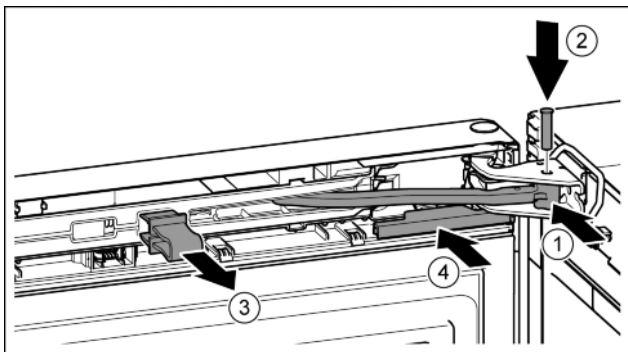

Fig. 23
- ▶ Завъртете шарнира в лагерната стойка. Fig. 23 (1)
- ▶ Поставете болта в лагерната стойка и шарнира. При това обърнете внимание на това, фиксиращата гърбица да е легнала правилно в жлеба. Fig. 23 (2)
- ▶ Свалете предпазителя. Fig. 23 (3)
- ▶ Нахлузете капака. Fig. 23 (4)